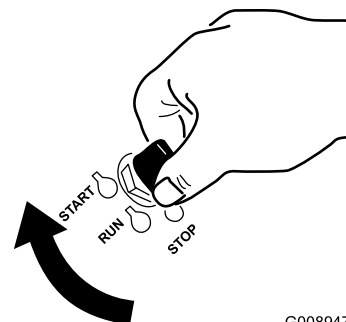

Figure 13
1. Tournez la clé de contact à la position Démarrage (Figure 13). Relâchez la clé quand le moteur démarre.
7. Tournez la clé de contact à la position Démarrage (Figure 13). Relâchez la clé quand le moteur démarre.